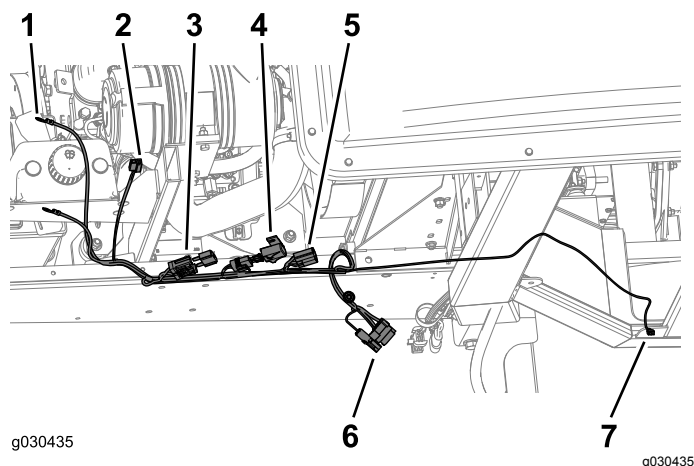

Figura 3
1. Enrute el arnés de cables por el lado derecho del bastidor de la máquina (Figura 3).